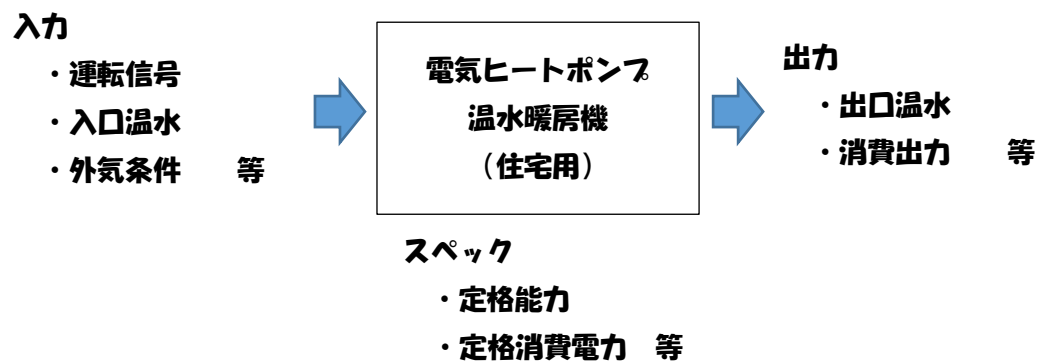

図1 モジュールの設定項目・入力項目・出力項目
入力、出力、スペックのイメージを図1に示す。
(3) モジュールの入出力
(4) スペックの入力項目 (図 1 における設定項目)
(5) シーケンス接続 (図1における入力項目、出力項目)